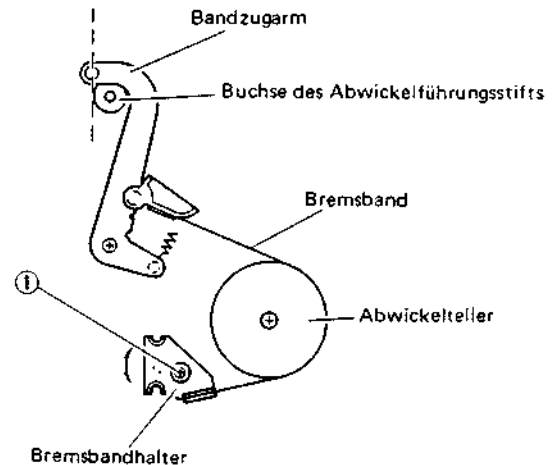

Abb. 2-4-3 Position des Bandzugfühlehebers
2. Sicherstellen, daß das Zentrum des Bandzugfühlehebers entsprechend Abb. 2-4-3 auf der linken Seite der Buchse des Abwickelführungsstifts steht.
3. Gegebenenfalls Schraube ① lösen und den Bremsbandhalter ausrichten, um die Position des Bandzugfühlehebers zu korrigieren.